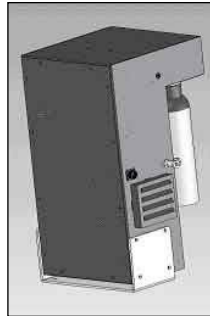

Bild 1
2. Wird der Dosierer auf einen Selbstfahrhäcksler aufgebaut, sollte die Stütze unterhalb des Pumpengehäuses montiert werden (siehe Bild 1).